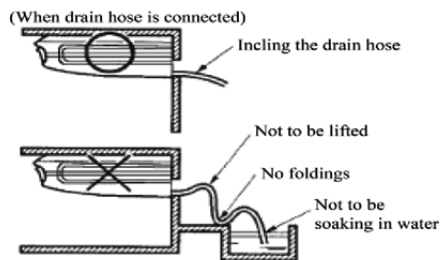
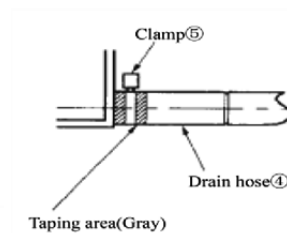

Fig. 10
Fig. 11
- * Mantenere il tubo di scarico quanto più corto possibile e con un'inclinazione di almeno 1/100 verso il basso per evitare la formazione di sacche d'aria (vedere Fig. 10).
- * Utilizzare il tubo flessibile di scarico ④ e la fascetta stringitubo in dotazione ⑤.
- * Inserire il tubo flessibile di scarico a fondo nell'apertura di scarico. Stringere la fascetta sul nastro grigio fino a ottenere una distanza tra la testa della vite e il tubo flessibile inferiore a 4 mm (vedere Fig. 11, Fig. 12).